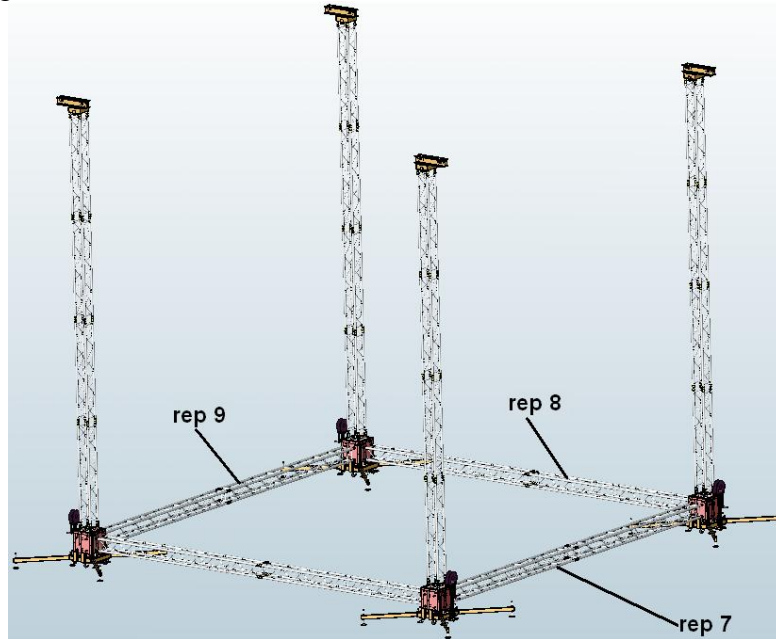

fig.8
- a) Répéter les 2 dernières étapes pour l'assemblage des 3 derniers linéaires (rep 7, 8, 9) (fig.8).